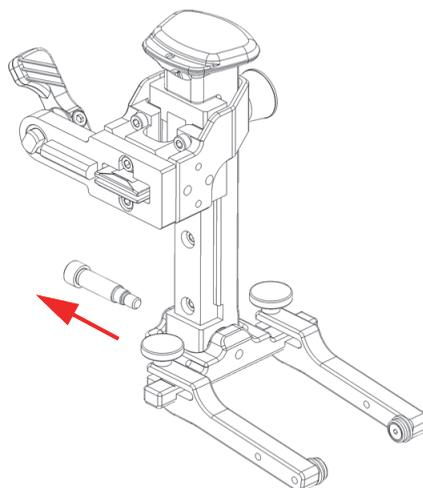

Figure 2-22 Retrait de la vis de l'axe rotatif de la fourche
4. Retirez la vis de l'axe rotatif de la fourche à l'aide d'une clé hexagonale de 2,5 mm (Figure 2-22 à la page 52).